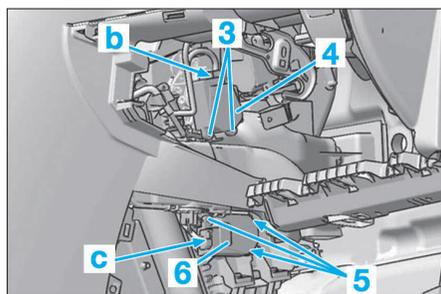

FIG. 27
- Débrancher le connecteur (c) (Fig.27).
- Débrancher le connecteur (b) (Fig.27).
- Déposer les vis (3), puis le motoréducteur de distribution (4).